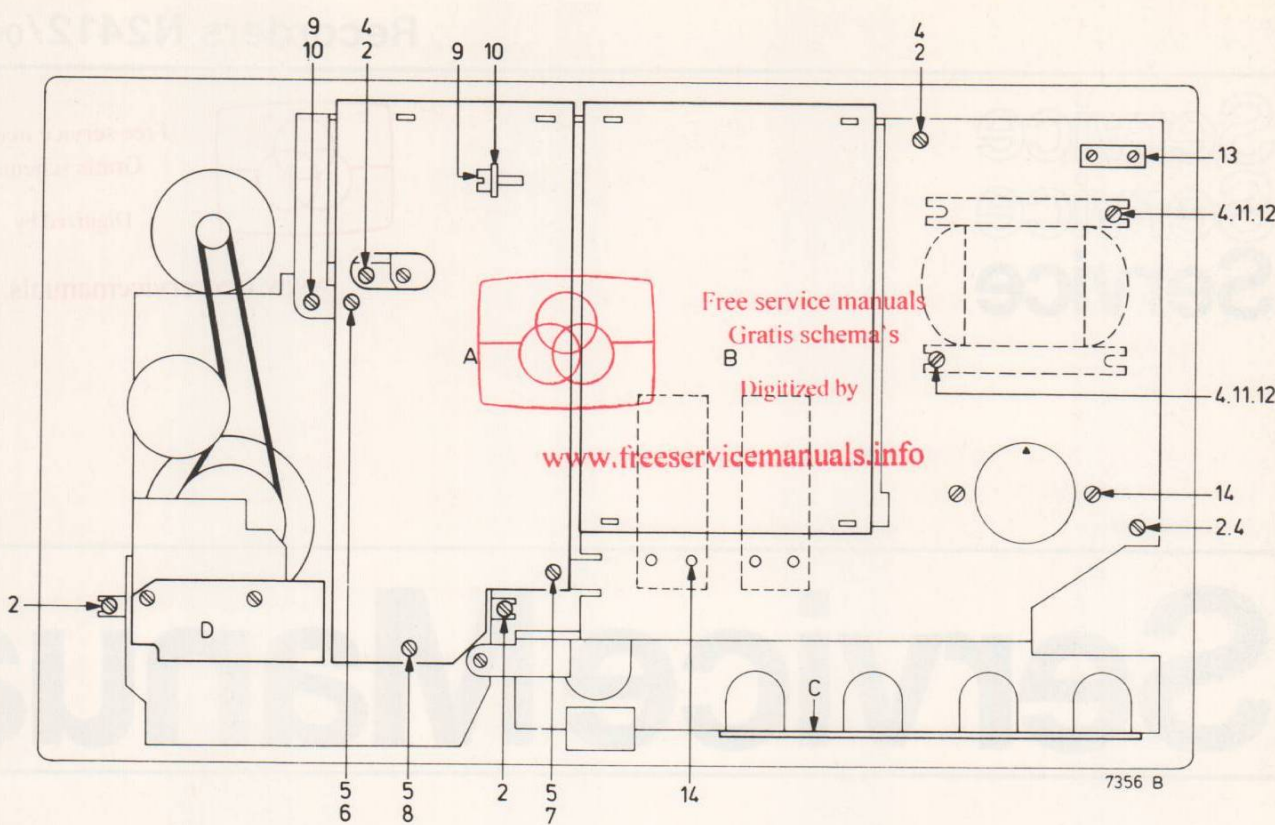

Fig. 3
Na het losnemen van de schroeven 2, fig. 3 en de 4 knoppen (pos. 203) kan het chassis uit de bovenkast worden genomen.